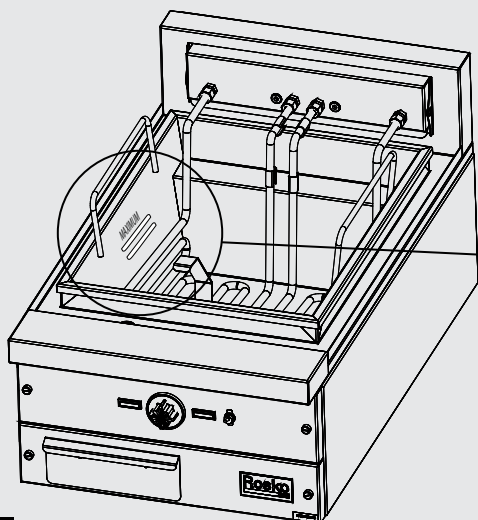

Figure 8
3. Remplir le bassin d'huile ou de graisse fondue jusqu'au niveau des gravures de la paroi du bassin. **(Figure 8)**